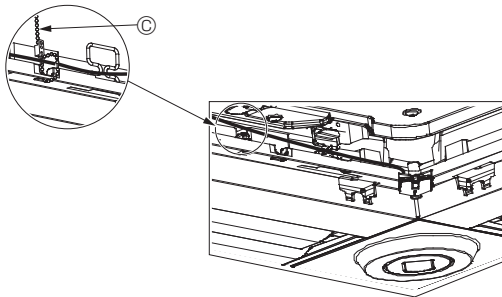

Fig. 10-12
- i-See-Sensor- und Signalempfängerkabel mit dem Kabelbinder so an der Platte sichern (siehe Abbildung), dass kein Kabel durchhängt und dann das überstehende Kabelbinderende abschneiden. (Fig. 10-12)
- Wenn die Position des i-See-Sensors von "o" (E) auf "□" (F) geändert worden ist, ebenfalls die Funktionseinstellungen ändern. (Siehe Seite 34.)